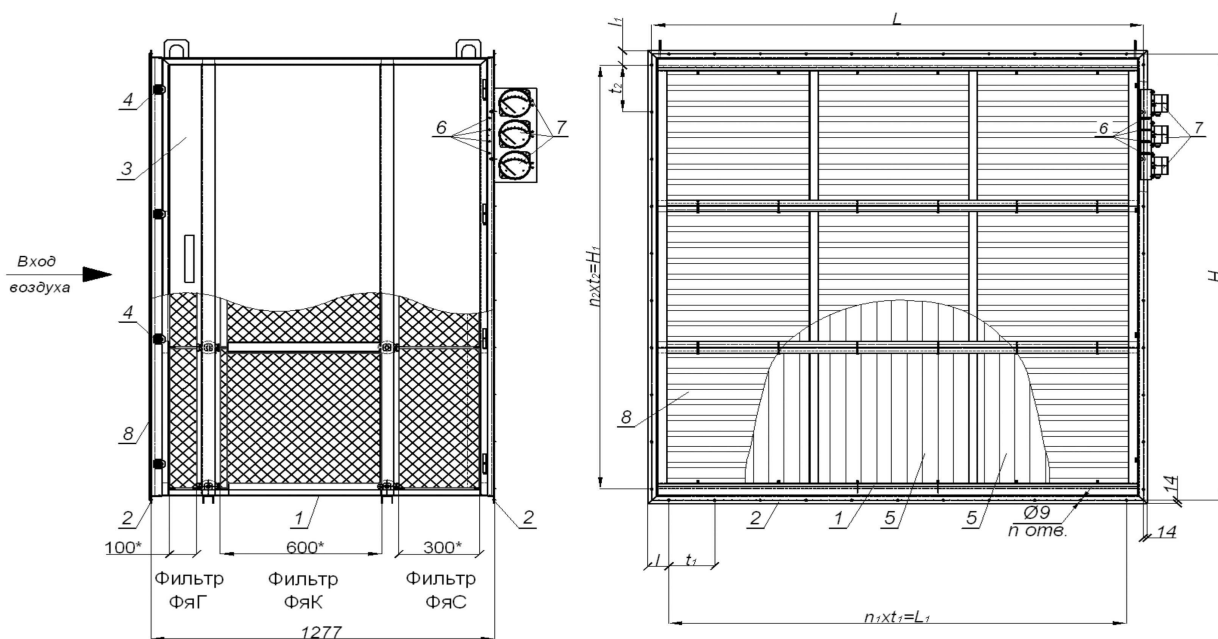

Рис. 1 Схема секции воздушных фильтров ССФ-Т3
На рис. 1 и 2 представлены секции воздушных фильтров ССФ-Т с трехступенчатой схемой фильтрации воздуха, преимуществом которой является использование карманного предфильтра типа ФяК глубиной 600 мм, что в 2,5÷3 раза увеличивает его ресурс работы по сравнению с наиболее часто применяемыми в составе ВОУ карманными фильтрами глубиной 300 или 360 мм.
Секция воздушных фильтров (см. рис. 1) состоит из металлического корпуса (1), имеющего на входе и выходе фланцы (2), для присоединения к фланцам переходных камер, диффузоров и конфузоров, посредством болтовых соединений через уплотнительную резину. На боковой стороне корпуса ССФ-Т имеется дверь (3), закрываемая с помощью прижимов (4). Герметизация соединения двери с корпусом осуществляется за счет установки специального уплотнения. Дверь может располагаться справа или слева по ходу движения воздуха по техническому заданию Заказчика. Для защиты от атмосферных осадков, на входе в секцию ССФ-Т, может быть установлена наружная вентиляционная решетка (8).